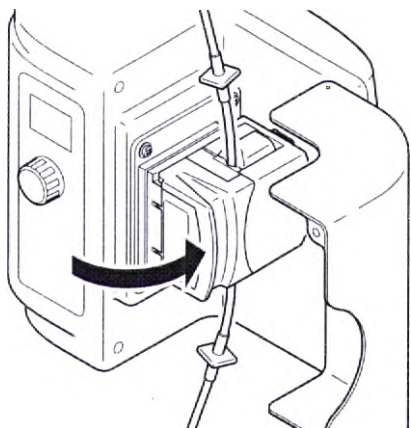

Рисунок 5. Закройте щиток насоса и дверцу ирригатора
11. После полного заполнения трубки закройте щиток насоса, чтобы остановить поток жидкости, и закройте дверцу ирригатора (рисунок 5).